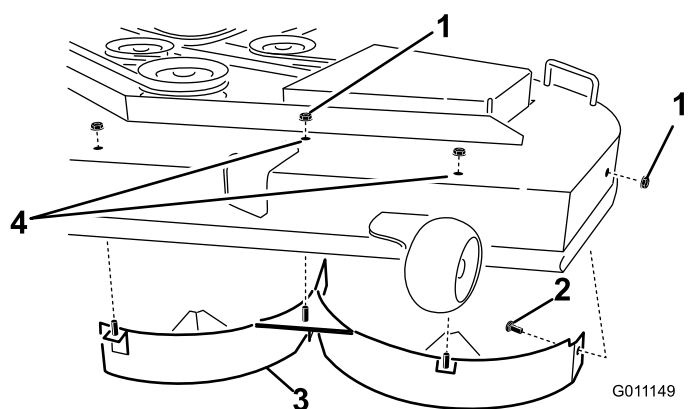

Figure 32
4. Retirez les 3 contre-écrous (5/16") fixés aux montants soudés du déflecteur gauche au sommet du plateau de coupe, au centre, à gauche du centre et à gauche (Figure 32).
5. Sur la paroi latérale du plateau de coupe, retirez le boulon de carrosserie et le contre-écrou qui fixent le déflecteur gauche au plateau (Figure 32).
6. Déposez le déflecteur gauche du plateau de coupe (Figure 32).
7. Localisez les 2 boulons dans les pièces détachées et insérez-les, avec les contre-écrous existants, dans les trous du plateau de coupe (voir Figure 32) pour éviter la projection de débris.